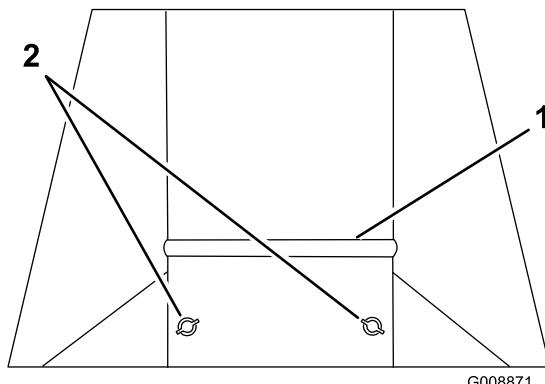

Figura 9
2. Allentate i due dadi sulla piastra delle condizioni di tosatura, ed alzate la piastra se tostate erba corta e asciutta, oppure abbassatela se tostate erba alta o bagnata (Figura 9).